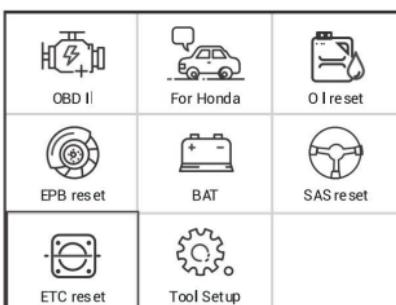

Figura 1
(1) Selectați meniul contextual [ETC Reset] direct din interfața principală. (Figura 1)